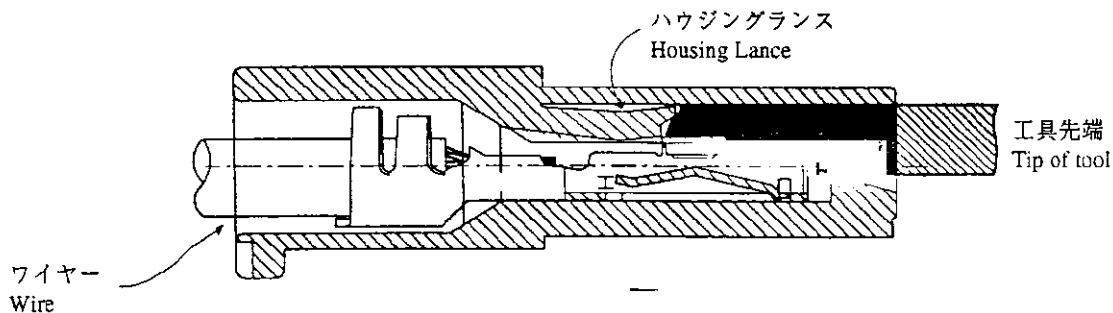

Fig. 3
- 2) 工具先端をさらに挿入するとハウジングランスが押し上げられコンタクトが引き抜ける状態になります。(Fig.3)
- 3) その状態で電線を持ち、コンタクトを引き抜いて下さい。(Fig.3)
- 2) Insert the tool tip further, it will become the state that a housing lance is pushed up and contact can be extracted. (Fig. 3)
- 3) Hold an electric wire in this condition and extract contact. (Fig.3)